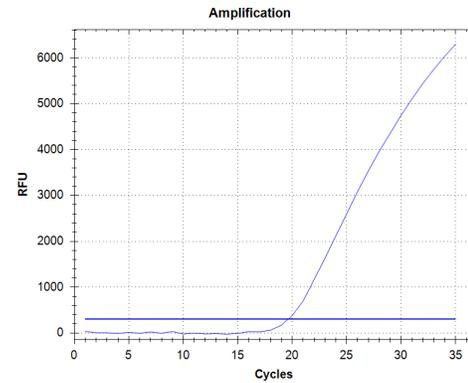

Figura 1b. Ejemplo de parcela de amplificación de SENTI-GENE Pluri CoV-2-FLU-RSV Positive Control (PC): Objetivo Flu A&B
- 16 ± 3 para la señal HEX (figura 1b);